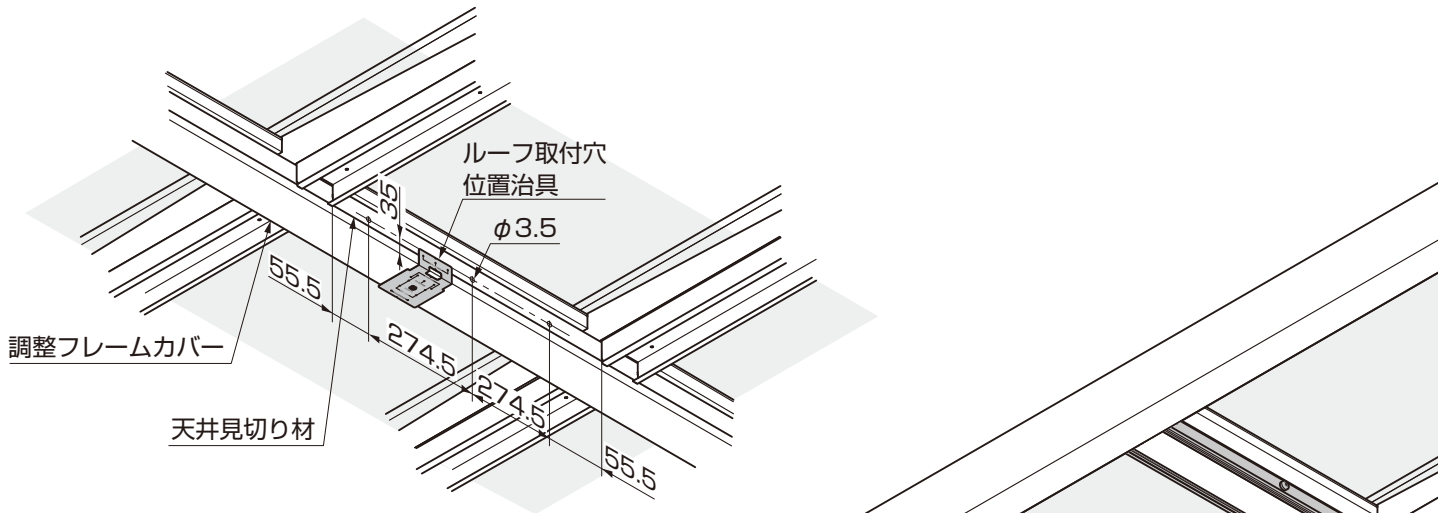
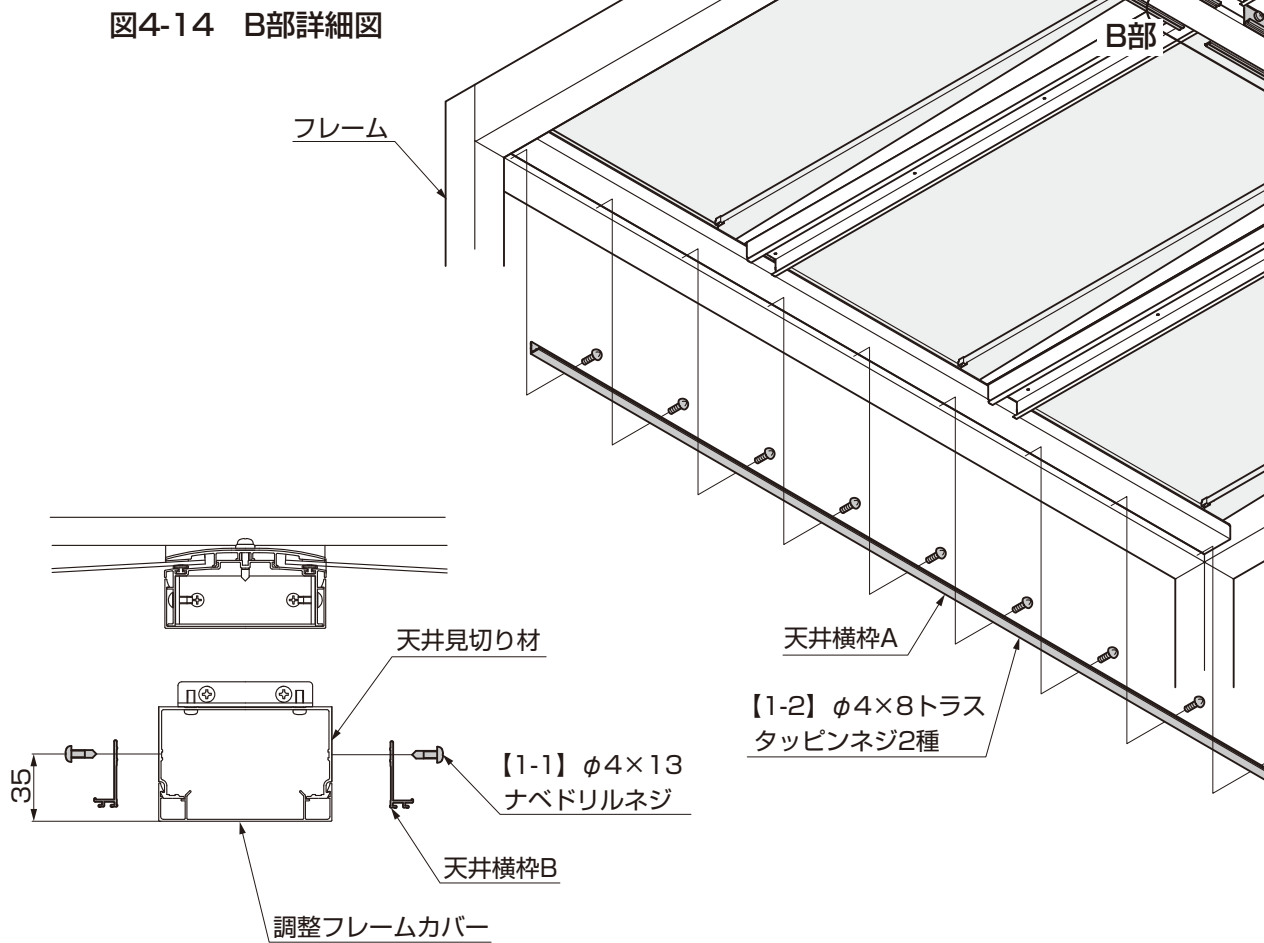

図4-14 B部詳細図
図4-15 B部詳細図
- ⑥天井見切り材にφ3.5の下穴をあけ天井横枓Bを【1-1】で取付けてください。(図4-14、図4-15参照)